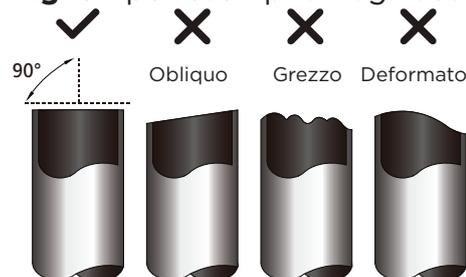

Fig. 5.1
- Assicurarsi che il tubo sia tagliato con un angolo perfetto di 90°. Fare riferimento alla **Fig. 5.1** per esempi di tagli sbagliati.